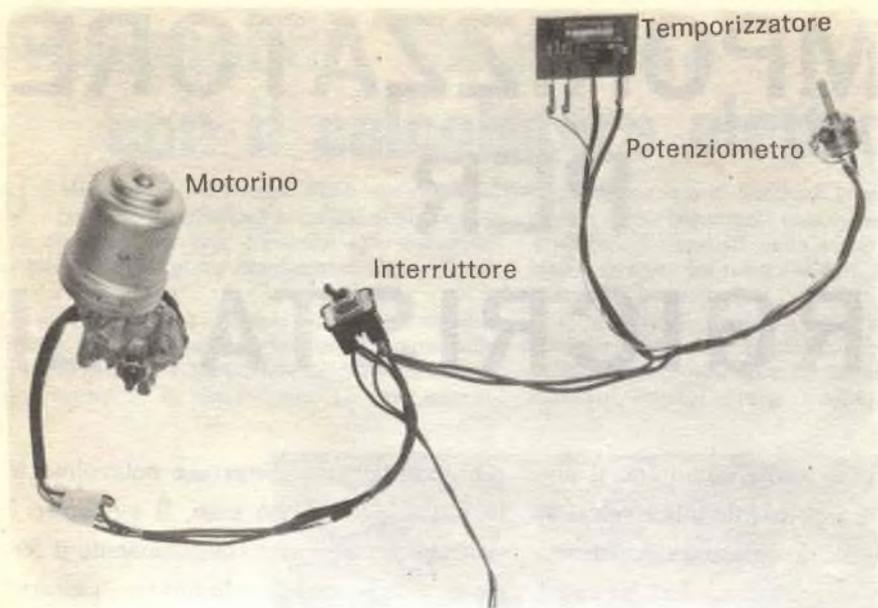

Fig. 2 - Il temporizzatore con i collegamenti al motore, all'interruttore ed al potenziometro.
Fig. 2 - Il segnale mescolato per l'amplificatore dei bassi viene derivato dai terminali d'uscita di un amplificatore stereo (schema in alto) oppure dall'uscita del preamplificatore (schema riportato in basso).
J. Gordon Holt ha un'idea precisa circa il sistema migliore per far funzionare un sistema con bassi comuni. Afferma che l'unico sistema per ottenere buoni risultati consiste nell'usare amplificatori separati, in quanto tale sistema assicura il pieno smorzamento del woofer ed il completo controllo del suo livello, senza perdite per il funzionamento degli altoparlanti laterali. Holt offre i due metodi riportati nella fig. 2. Il circuito a) è un filtro passivo con punto di incrocio a 80 Hz ed un'inclinazione di 12 dB per ottava. La frequenza di incrocio
Il filtro di incrocio della fig. 2 può essere adattato a una particolare installazione, variando semplicemente i valori dei condensatori in base alla tabella delle costanti di tempo ed alle informazioni date nell'inserto di pagina 8.
Costruzione - Il prototipo, di cui nella *fig. 2* è riportata la fotografia, è stato realizzato con componenti elettronici reperibili presso i Distributori Autorizzati della Philips-Elcoma, il cui nome ed indirizzo sono riportati in calce all'articolo. I componenti sono montati su un circuito stampato, del quale nella *fig. 3* è riprodotto il disegno in grandezza naturale. Nel montaggio del tiristore si faccia attenzione che lo smusso (indicante la soglia) sia rivolto verso il circuito stampato.